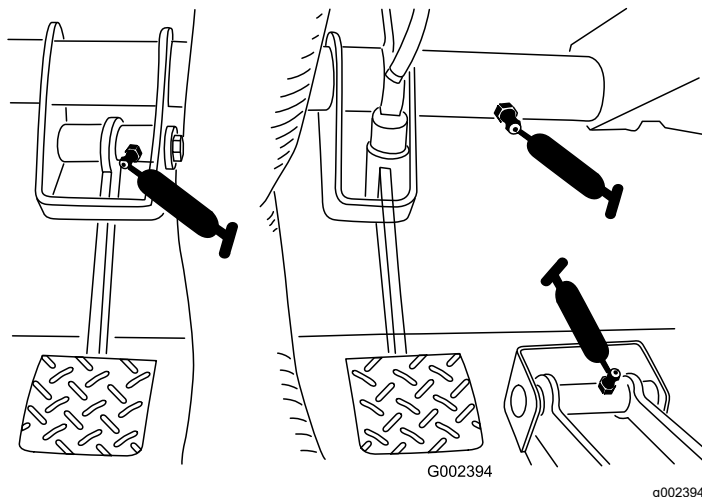

Figure 31
- **Frein (1);** voir Figure 31
- **Embrayage (1);** voir Figure 31
- **Accélérateur (1);** voir Figure 31